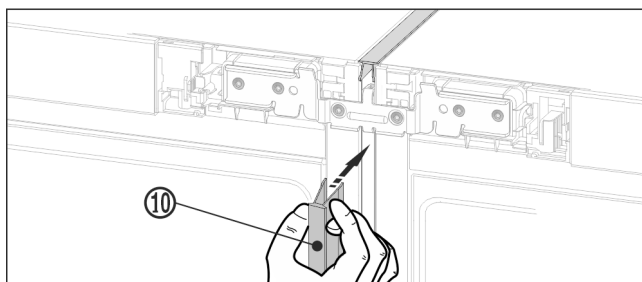

Fig. 21 *
- Na přední straně zatlačte dlouhou krycí lištu Fig. 21 (10) do svislé spáry. Dbejte na to, aby lišta stála na spojovacím plechu.*